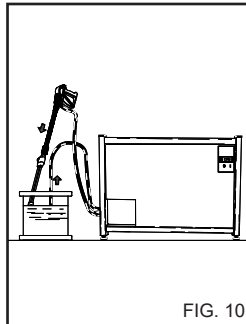

FIG. 10
**ANVÄNDNING AV FROSTSKYDDSMEDEL (fig. 10)**